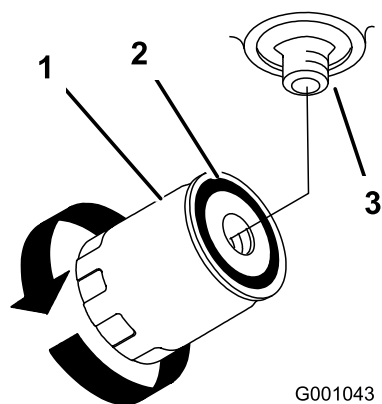

Figura 60
4. Retire el filtro usado, deje que se vacíe el aceite y limpie con un paño la superficie de la junta del adaptador del filtro.(Figura 60).
7. Llene el depósito de aceite hidráulico con aceite hidráulico hasta que éste rebose por encima del filtro, gire el filtro en el sentido de las agujas del reloj hasta que la junta de goma entre en contacto con el adaptador del filtro, luego apriete el filtro media vuelta más (Figura 60).